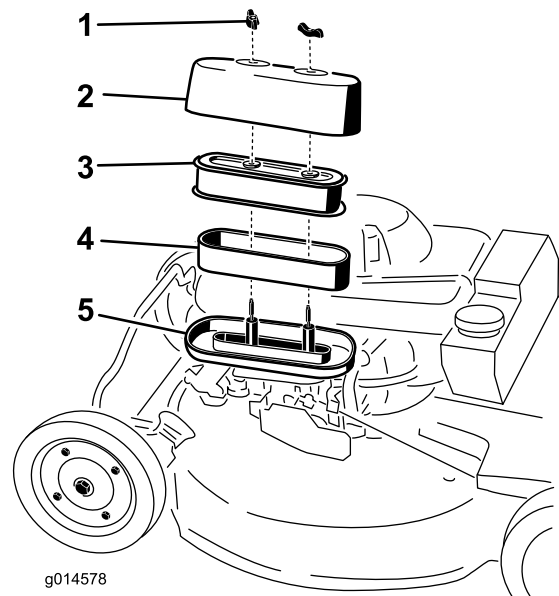

Figura 30
3. Retire las 2 tuercas que fijan la tapa (Figura 30).
5. Separe cuidadosamente de la base los elementos de gomaespuma y de papel (Figura 30).
6. Separe el elemento de gomaespuma del elemento de papel (Figura 30).